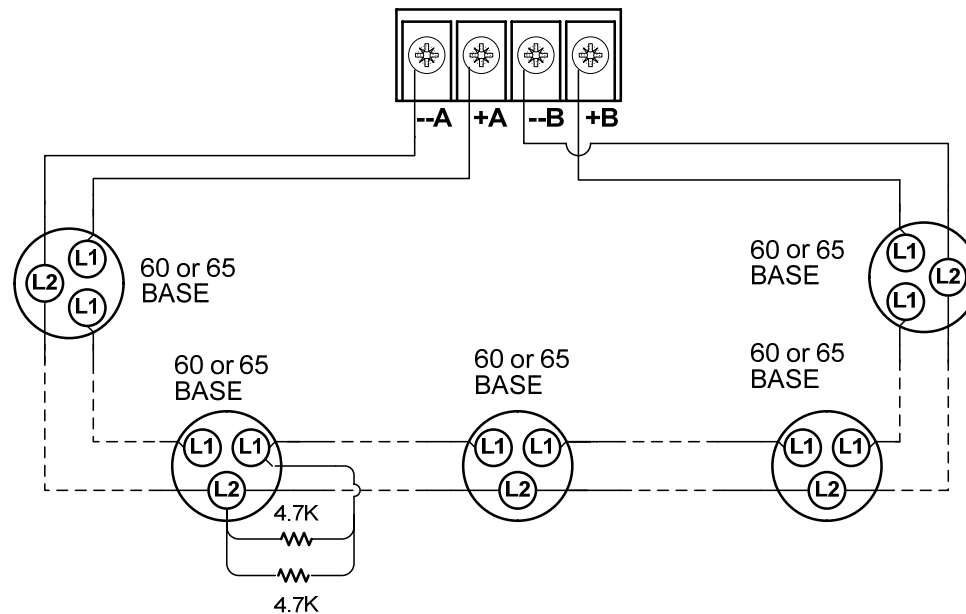
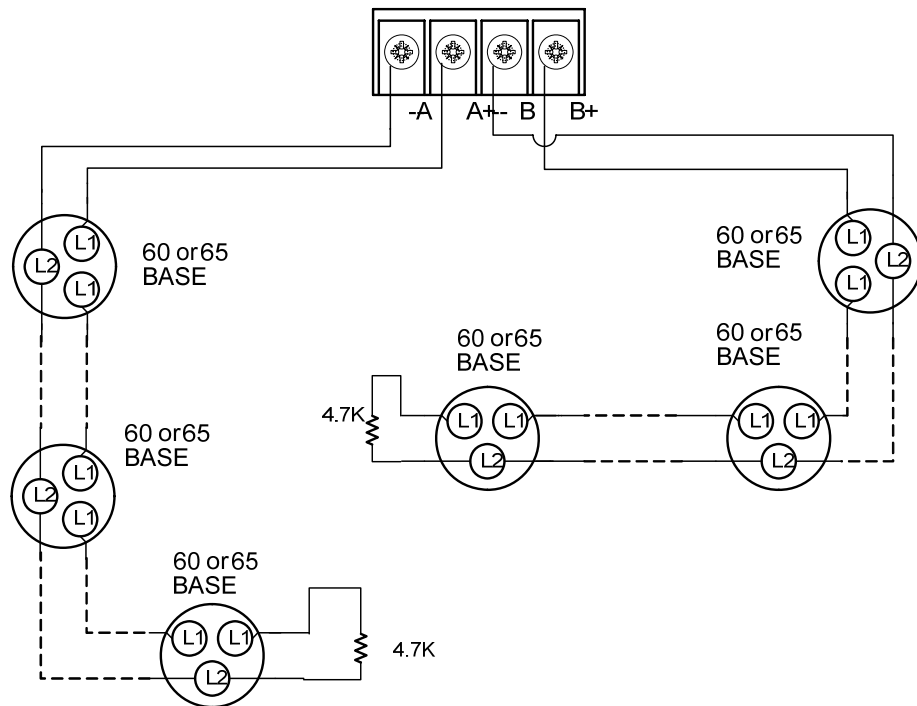

Рис.8 Подключение детекторов в шлейф по схеме "кольцо"
Рис.7 Подключение детекторов в шлейф по схеме "радиус"
Модуль FCM предназначен для формирования десяти безадресных шлейфов по схеме типа "радиус" (См.Рис.7) или пяти шлейфов по схеме "кольцо" (См.Рис.8) и предназначен для работы в системах FDX-5000, FSA-2000 и FS-2000. Выходные параметры шлейфа совместимы с импедансными характеристиками безадресных дымовых детекторов семейства S60 и S65 фирмы "Apollo", серии MD-C фирмы МАТАЕЛЬ и другими совместимыми.
1. Два резистора 4.7кОм необходимо подключить в параллель (Рис.8).
Подключение детекторов по схеме "радиус" приведено на рис. 7. Терминальный резистор 4.7 кОм подключается параллельно к последнему детектору в каждом шлейфе.
Подключение детекторов по схеме "кольцо" приведено на рис. 8. Два терминальных резистора 4.7 кОм подключаются параллельно к любому детектору в каждом шлейфе.